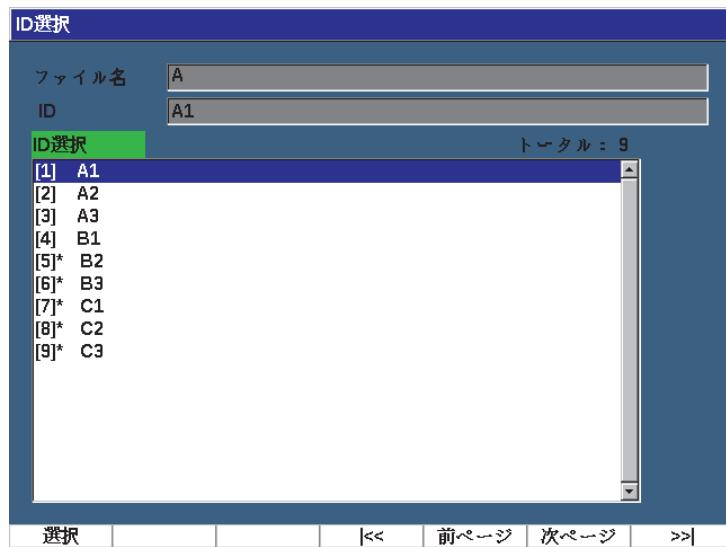

図 10-17 ID 選択メニュー
- ◆ 現在開いているファイルで使用可能なIDすべてが一覧化されたリストからファイル > ID 選択 を選択します（223 ページの図 10-17 参照）。